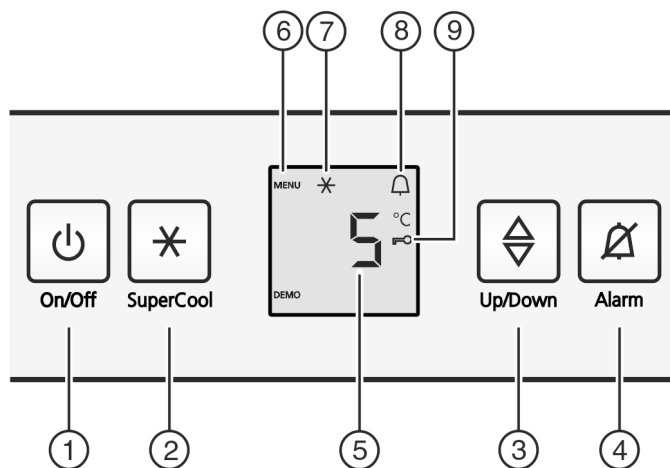

Fig. 2
- ▶ Pritisnite tipku za On/Off Fig. 2 (1).
- ▶ Pritisnite tipku SuperCool Fig. 2 (2) na oko 5 sekundi.
- ▷ Na zaslonu se prikazuje simbol 'izbornik' Fig. 2 (6).
- ▶ Kratko potvrdite tipkom SuperCool Fig. 2 (2).
- ▷ Simbol 'osiguranje za djecu' Fig. 2 (9) svijetli na zaslonu.
- ▶ Kratko pritisnite tipku On/Off Fig. 2 (1).
- ▶ Pritisnite tipku za alarm Fig. 2 (4).
► Pozivanje funkcije temperature: Pritisnite tipku za podešavanje Fig. 2 (3).
► Mijenanje temperature u koracima od 1 °C: Tipku za podešavanje Fig. 2 (3) pritišćite toliko puta dok na prikazu temperature ne zasvijetli željena temperatura.